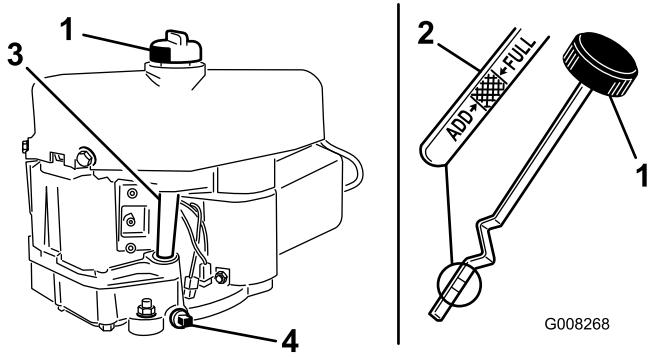

Figura 23
- Pulite attorno all'asta di livello (Figura 23) in modo che la morchia non possa penetrare nel foro di rifornimento e danneggiare il motore.
- Svitate l'asta di livello dell'olio e pulite l'estremità metallica (Figura 23).
- Infilate a fondo l'asta di livello nel bocchettone di rifornimento (Figura 23).
9. Togliete il tappo di spurgo per lasciare defluire l'olio (Figura 23).
11. Pulite la zona circostante l'asta di livello e svitate il tappo (Figura 23).
12. Versate lentamente nel tubo di rifornimento (Figura 23) l'80% circa dell'olio motore.